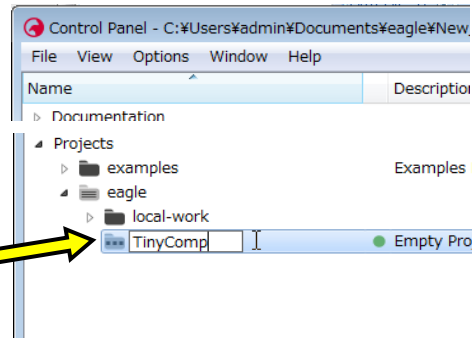

図 3
- ② New Project フォルダを TinyComp と名前変更します。図 3